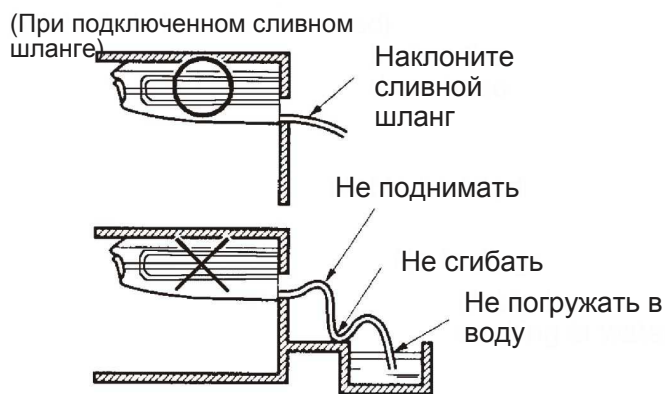

Рис.1
### НИЖЕ ВНУТРЕННЕГО (рис. 1)
- Сливная трубка должна быть короткой и направлена вниз под углом не менее 1/100 для исключения образования воздушных карманов. (см. рис. 1)
- Используйте прилагаемый сливной шланг (4) и зажим (5)